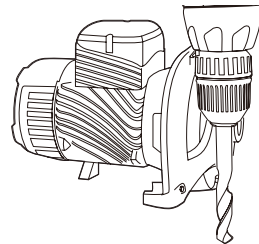

Figura 2.
2. Realizar las dos perforaciones e introducir dos tarugos de plástico (ver Figura 2).